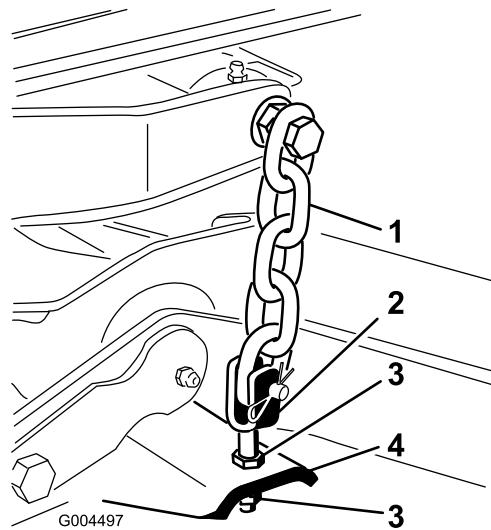

Figura 77
- Ajuste as porcas de segurança que prendem as forquilhas/correntes da plataforma traseira para elevar a traseira da plataforma de forma a que a inclinação da lâmina fique definida para 8 mm (Figura 77).